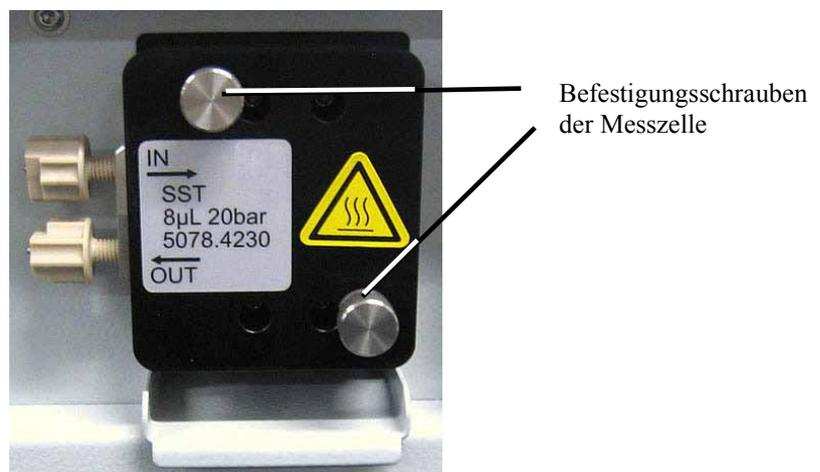

Abb. 38: Schrauben der Messzelle lösen
3. Lösen Sie die beiden Befestigungsschrauben der Messzelle (→ Abb. 38). Dabei müssen die Schrauben *nicht* ganz herausgedreht werden. Die Schrauben sind unverlierbar mit der Messzelle verbunden und müssen nicht entfernt werden.
2. Ziehen Sie die Befestigungsschrauben der Messzelle (→ Abb. 38) handfest an.